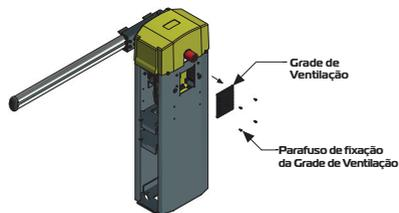
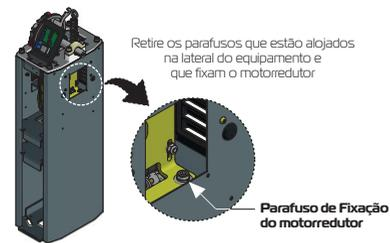

Fig. 17
Fig. 18
**2.2** - Na lateral da cancela, conforme ilustra **Fig. 17**, retire a grade de ventilação para ter acesso aos parafusos que fixam o motorreductor ver **Fig. 18**.